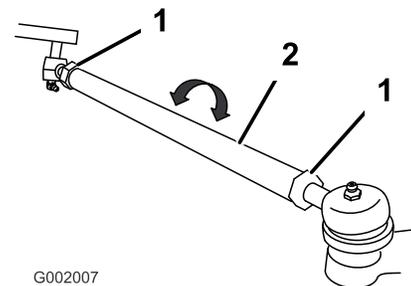

Figura 49
- Se a medição obtida não corresponder aos valores especificados desaperte as porcas de segurança nas extremidades das barras transversais (Figura 49).